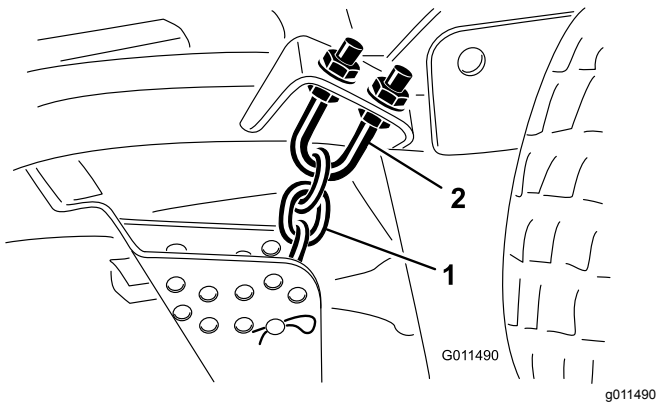

Bild 108
1. Lockern Sie die Klemmmuttern an der Ober- oder Unterseite des U-Bügels an der Schnitthöhenkette (**Bild 108**).